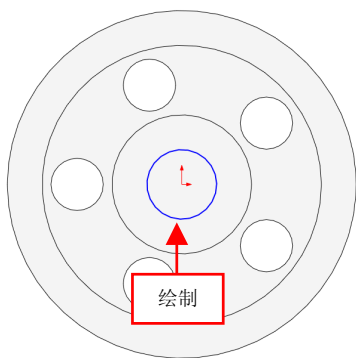

图 14-29 绘制圆对象
(6) 进入草图的绘制环境，在合适的位置处，绘制一个半径为 20 的圆，如图 14-29 所示。